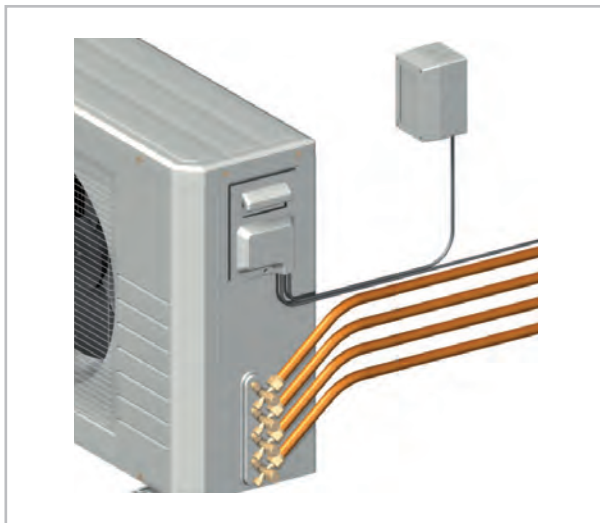

Abb. 15: Anschluss des Aussenteils
- Der Anschlusskasten ist bauseitig in der Nähe des Außenteils zu installieren. Wir empfehlen, einen Haupt- bzw. Reparaturschalter einzusetzen (Abb. 15).